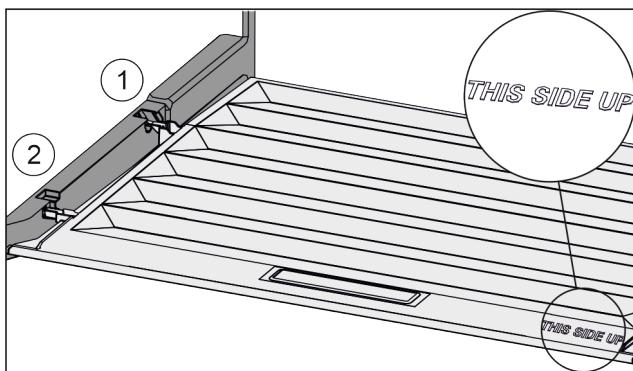

Fig. 158
- Robova predala vstavite nad odprtino zadnjega držala Fig. 158 (1), spredaj pa ju zataknite v držalo Fig. 158 (2).